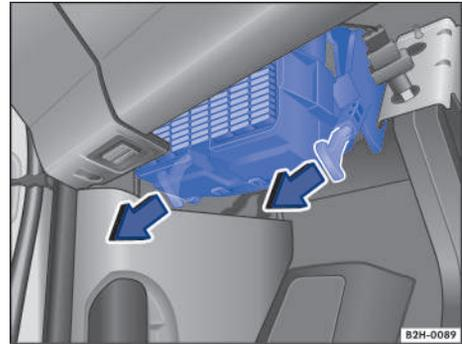

Fig. 159 Caja de fusibles debajo del tablero de instrumentos.
1. Para desbloquear la caja de fusibles, tire de las palancas de bloqueo hacia abajo, en el sentido de las flechas → **fig. 159**.